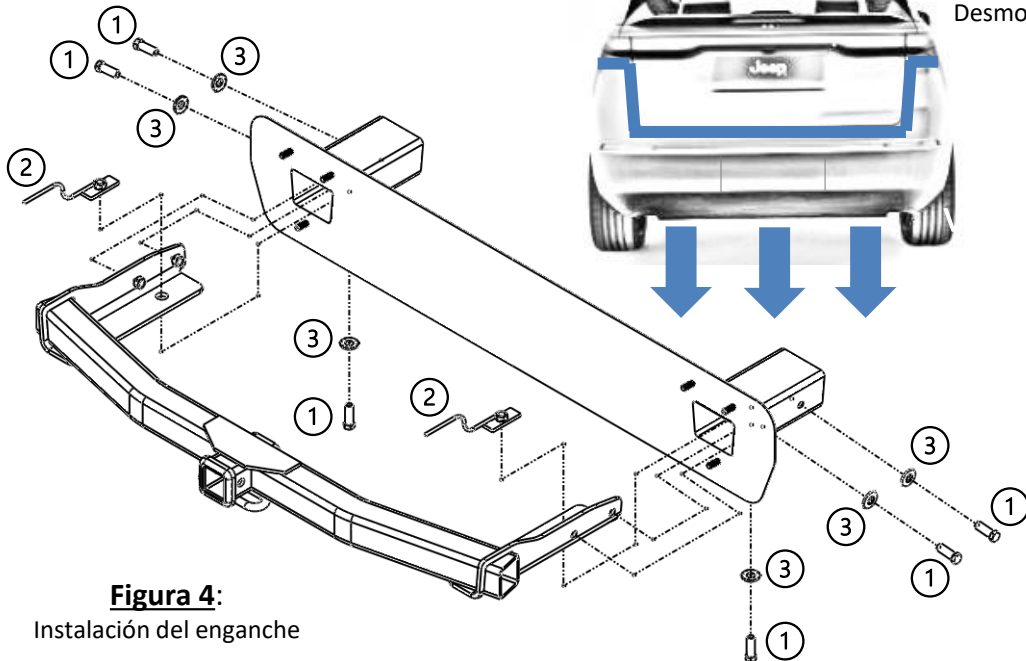

Figura 2:
- 2. Quite los tornillos inferiores:** Con un destornillador Phillips (o un dado de 8 mm), retire los (2) tornillos que conectan el salpicadero a los soportes de plástico.
- 3. Remueva el salpicadero (figura 2):** a) Con un destornillador de estrella (o una llave de dado de 8 mm), retire los (4) tornillos de cada hueco de rueda a lo largo del borde vertical exterior. b) Con cinta adhesiva, alinee los bordes del salpicadero y los bordes del salpicadero. c) Con las herramientas de recorte de plástico, retire ambas piezas de recorte del salpicadero (1 por lado). d) Con una llave de dado de 7 mm, retire los (6) tornillos (3 por lado) de la zona situada debajo del salpicadero. e) Tire del revestimiento del hueco de rueda hacia un lado. A continuación, con un destornillador plano, retire (2) pasadores de plástico (1 por lado). f) Abra la puerta trasera. A continuación, con una broca Torx T30, retire los (2) tornillos que sujetan el embellecedor (1 por lado). g) Con las herramientas para embellecedores de plástico, empezando por la zona del hueco de rueda y hacia el centro, tire suavemente del embellecedor hasta que se suelten los clips. Desenchufe los conectores de cableado y, con un destornillador plano, retire las conexiones de cableado que sujetan el salpicadero al panel final. h) Retire con cuidado el salpicadero y déjelo a un lado.